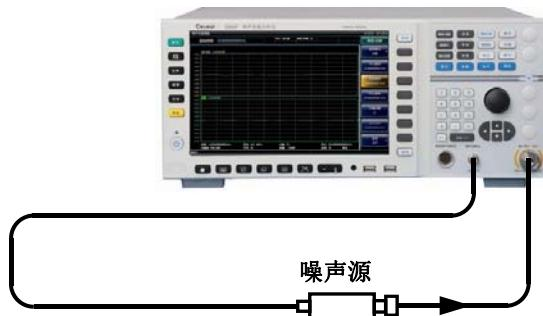

图 4.9 配备标准噪声源的校准连接图示
- 步骤7.** 根据图4.9所示，用BNC电缆将噪声源驱动输入端和噪声系数分析仪面板上的+28V噪声源驱动端口连接（当使用智能噪声源时，需要用多芯电缆将智能噪声源连接至噪声系数分析仪的智能噪声源驱动端口），将噪声源输出连接至噪声系数分析仪的输入端口（ 50Ω ）。